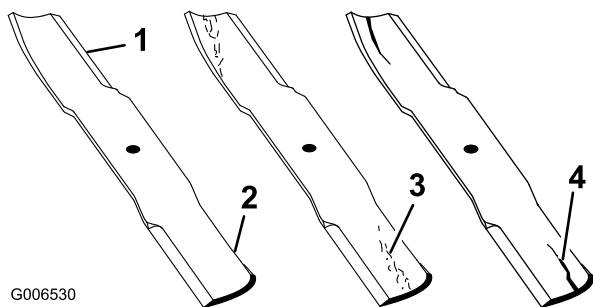

Figure 92
1. Examinez le tranchant des lames (Figure 92). Si les lames sont émoussées ou présentent des indentations,
- Inspectez les lames, surtout la partie relevée (Figure 92). Remplacez immédiatement toute lame endommagée, usée ou qui présente une entaille (Figure 92).